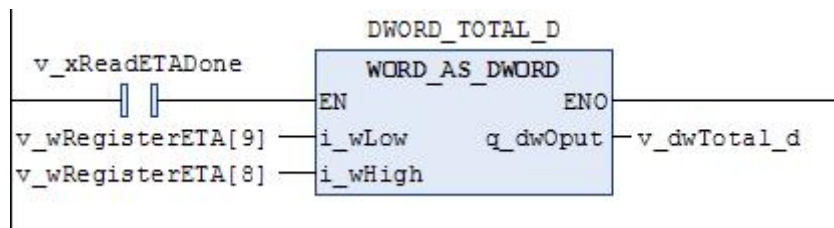

图 F4-6
③将读取到数据转换成累积流量，如图 F4-6 所示，v_dwTotal_d 为正向累计值整数部分：